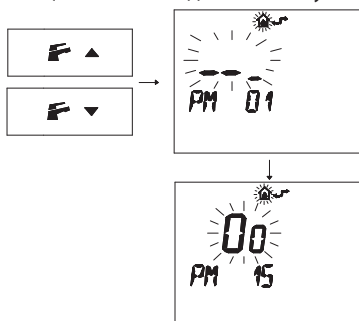

Рисунок 5.12
- Нажмите кнопку **F** **▼** или **F** **▲**, чтобы вывести на дисплей параметр "PM15" для активации внешнего датчика (Рисунок 5.12).